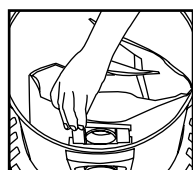

FIGURA 27
35. Deslice el deflector de entrada de la bolsa filtrante acoplada en la guía del deflector. **FIGURA 27.**